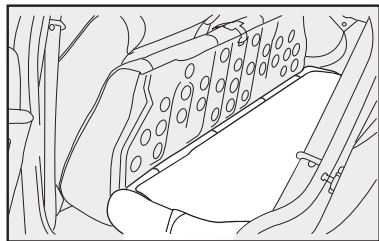
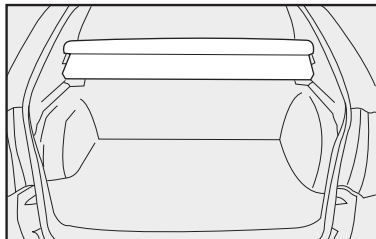

fig. 107
fig. 108
6) Rebater para a frente o encosto **fig. 107** do banco traseiro passando pelos cintos de segurança traseiros de modo a obter um único plano de carga no compartimento de bagagens **fig. 108**.